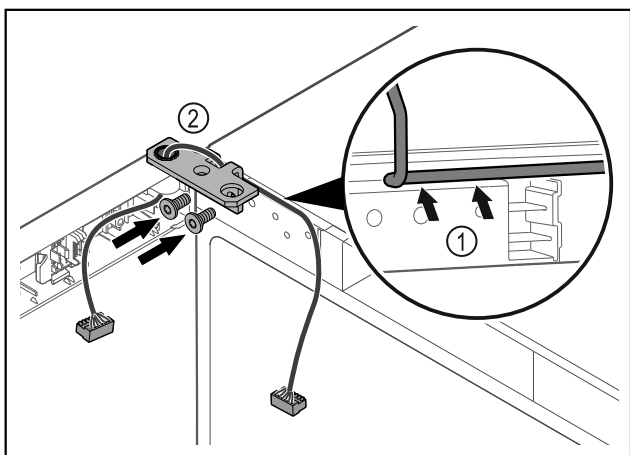

Fig. 47
- ▶ Provedite kabel kroz izrez na kutnoj šarci i oprezno ga položite Fig. 47 (1).
- ▶ Navrnite kutne šarke Fig. 47 (2).